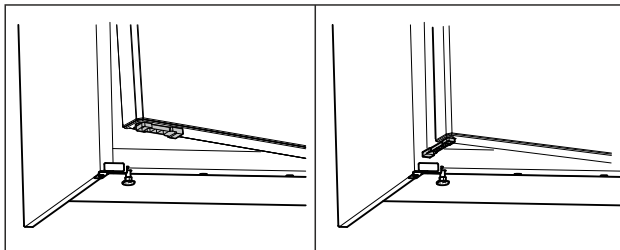

Fig. 70 \*
- Draai de deuropeningsbegrenzer met 90°. (zie Fig. 70) \*